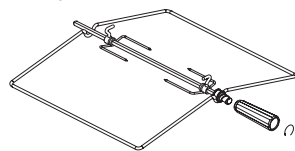

рис. 13
■ Электрошкаф может комплектоваться вертелом со съемной рукояткой (рис.13).